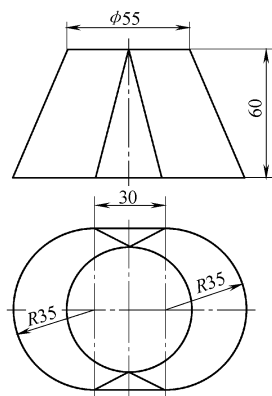

图 1-19
10. 用三角形法展开图 1-19 所示的圆—长圆变形接头。